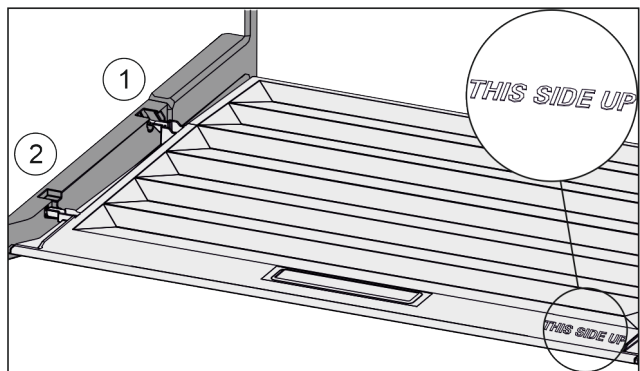

Fig. 34
- Deckelstege über Öffnung der hinteren Halterung Fig. 34 (1) einführen und vorne in Halterung Fig. 34 (2) einrasten.